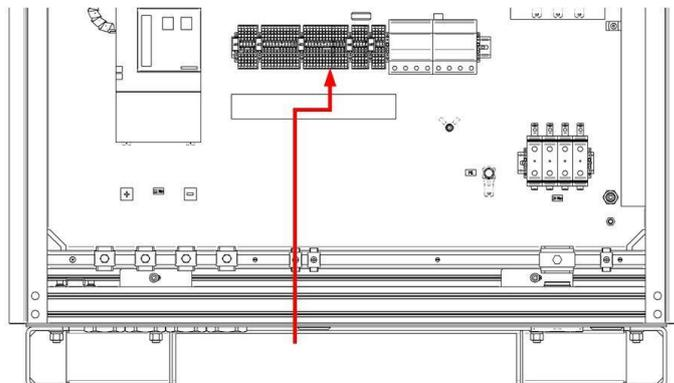

Abbildung 19: Kabelführung Klemmleiste (-X3)
1. Klemmleiste (-X3) **lokalisieren** (Abbildung 19).